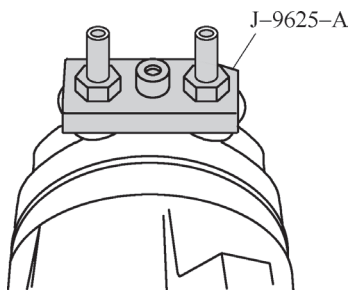

图 5-89 压缩机泄漏测试专用工具的安装
- 1) 安装专用工具如图 5-89 所示。
- ①压力释放阀。
- ②前端盖密封件。
- ③后端盖密封件。
- ④螺栓衬垫。
- ⑤压缩机轴密封圈。
- ⑥高、低压管接口。